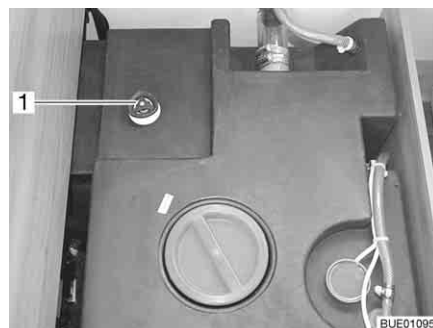

Fig. 240 Serbatoio dell'acqua con maniglia girevole
- Sul serbatoio dell'acqua, ruotare la maniglia girevole (Fig. 240,1) in senso orario fino all'arresto.
- Sul serbatoio dell'acqua, ruotare la maniglia girevole (Fig. 240,1) in senso antiorario fino all'arresto. L'acqua fuoriesce fino a 60 litri.